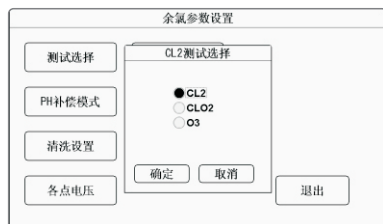

图2-57
- ◆ 测试选择：点击“测试选择”弹出如图2-57所示界面，有三种因子可供选择，选定后按【确定】键确认。